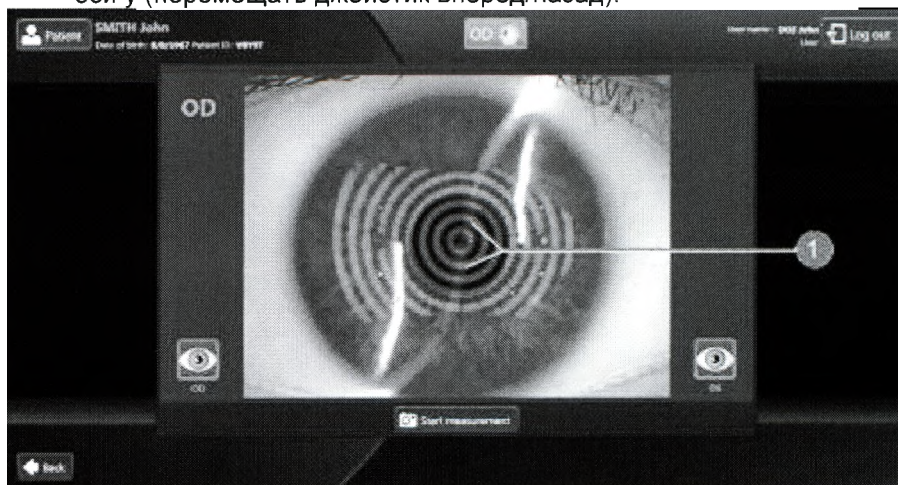

Рис. 71. Выравнивание половинок щели
5. Для выравнивания двух половинок щели по центральному кругу выравнивания, чтобы наружные радиусы половинок щели касались друг друга (поз. 1 на рис. 71), следует произвести перемещение по оси y (перемещать джойстик вперед/назад).